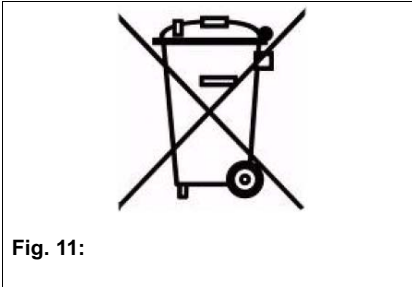

Fig. 11:
- Ne pas jeter dans les ordures ménagères les produits arrivés en fin de vie munis du symbole (Fig. 11).